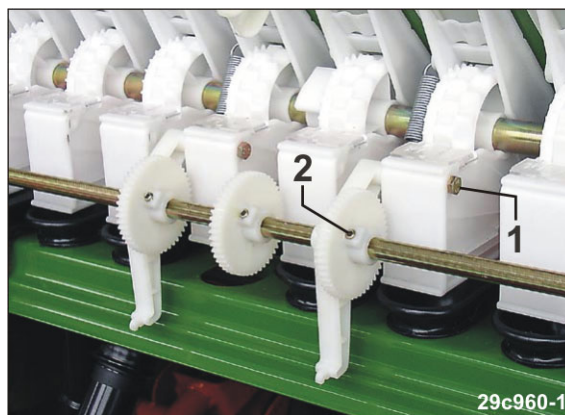

Fig. 248
4. Scoateți șuruburile (Fig. 248/1).
5. Desfaceți șuruburile Inbus (Fig. 248/2).